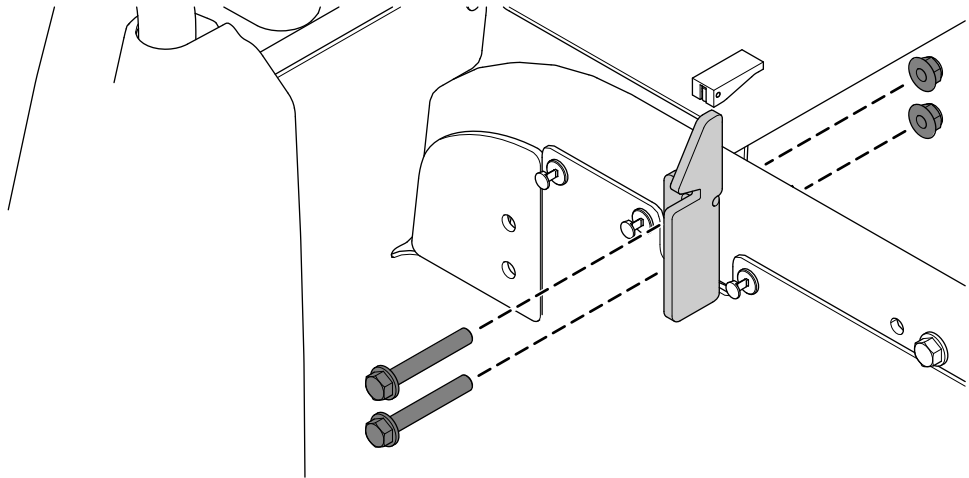

Figura 5
6. Retire los 2 cierres, los 4 pernos con arandela prensada ($\frac{3}{8}$ " x 2 $\frac{1}{2}$ ") y las 4 tuercas con arandela prensada ($\frac{3}{8}$ ") de los tubos izquierdo y derecho del bastidor (Figura 5).